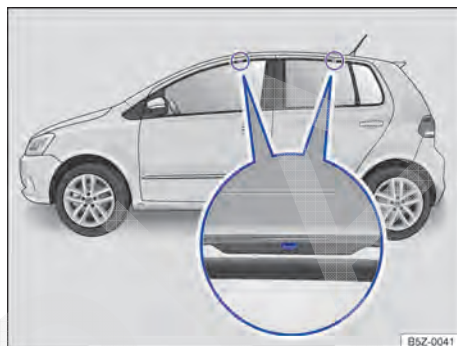

Fig. 77 Pontos de fixação dos suportes de base do bagageiro do teto (ambos os lados).
Os furos ou marcações dos pontos de fixação dos suportes de base ficam visíveis com a abertura das portas (dianteiras e traseiras) do veículo e encontram-se no lado nas vigas do teto → Fig. 77 (lupa). Os furos ou marcações para fixação atrás encontram-se no lado inferior das vigas do teto → Fig. 77 (lupa direita).
- Fixar os suportes de base somente nas marcações indicadas na figura → Fig. 77.